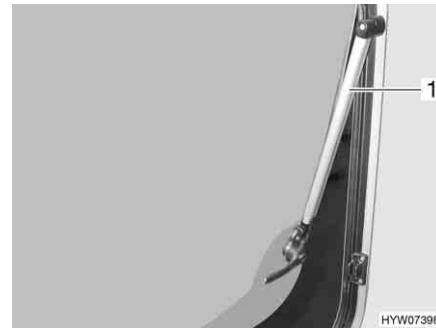

Fig. 22 Finestra apribile con deflettore automatico
- Aprire la finestra apribile fino al punto di arresto desiderato. Il deflettore automatico (Fig. 22,1) si innesta automaticamente in posizione.